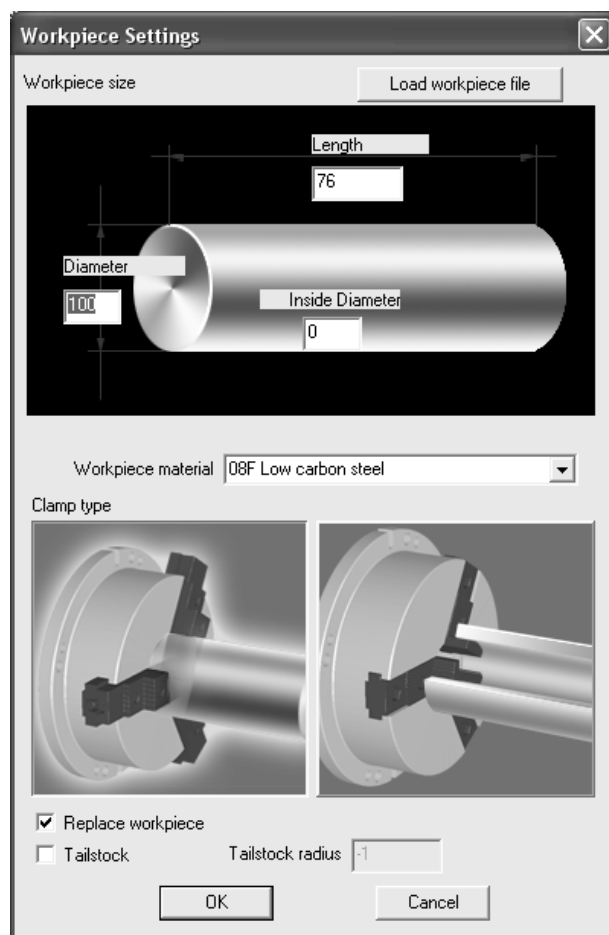

Рисунок 15 – Задание размеров заготовки
3.1 Задать размеры заготовки Ø100 и длину 100 мм во вкладке «Workpiece» – «Stock Size» (рисунок 15).